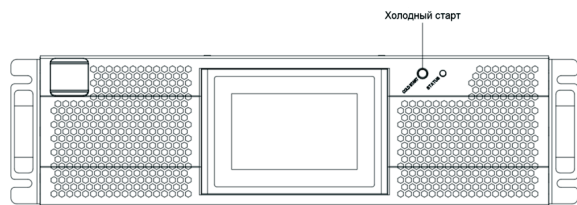

Рис. 5-6 Расположение кнопки холодного старта
2. (2) Нажмите красную кнопку холодного старта (Cold start) на передней панели ИБП (см. рисунок 5-6). Система будет запитана от аккумуляторных батарей.